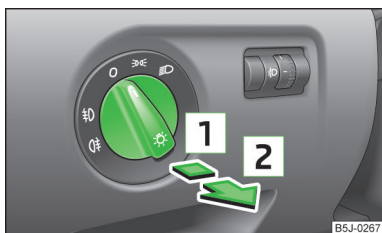

Fig. 26
- Gire primero el conmutador de luces » fig. 26 a la posición » o .
- Gire primero el conmutador de luces » fig. 26 de la página 49 a la posición » o .